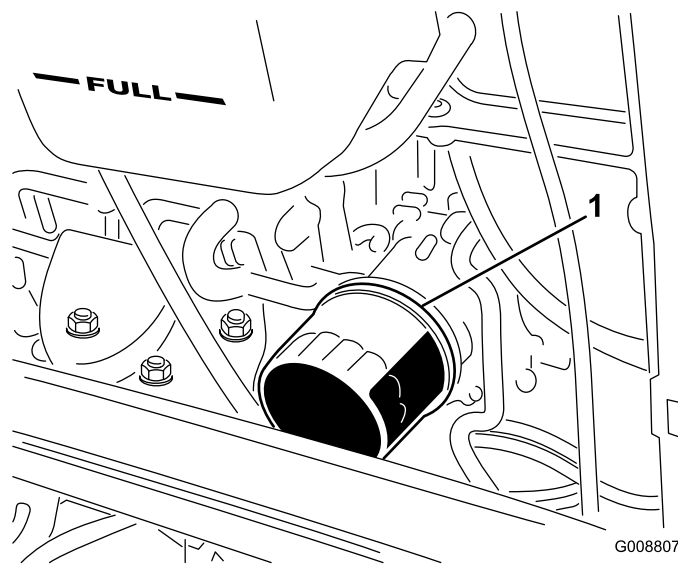

Figura 56
4. Retire el filtro de aceite (Figura 56).